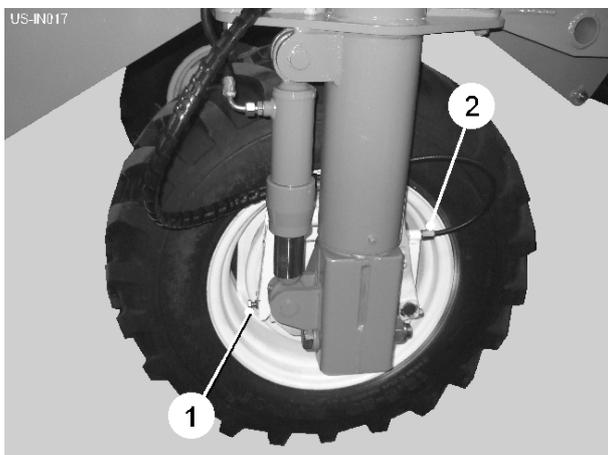
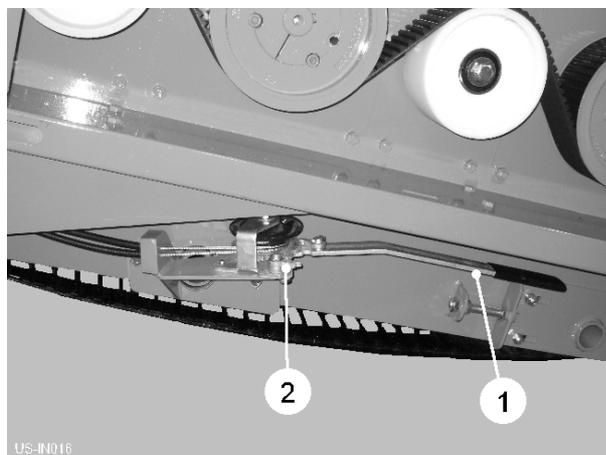

Fig 13
Fig 14
Conecte la manguera de freno hidráulica al tractor "Salida del servicio de freno". Los frenos de máquina funcionarán cuando los frenos de tractor sean puestos. La ropa de patín de freno puede ser tratado sobre ajustando los setscrews (item 1, fig 13).
Poner el freno de mano, apriete la palanca (item 1, fig 14) presente y fuera contra el trinquete hasta que los cables de freno son tensados completamente. Retirar el freno de mano, apriete la palanca completamente out dar a conocer el atrapada de mecanismo de trinquete (el artículo, 2, fig 14). Definitivamente, empuje la palanca de regreso bajo la máquina para el transporte. La duración de cable de freno de mano es puesta sobre los tasadores de cable (item 2, fig 13).